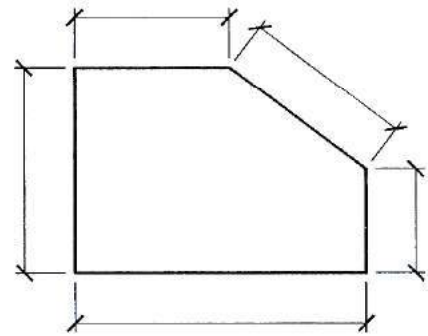
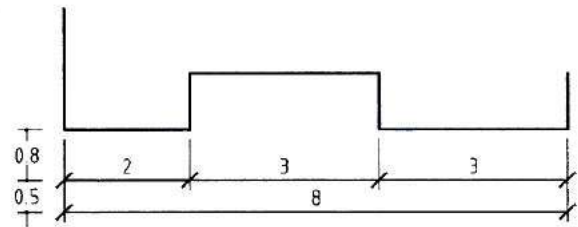

Fig. 3
Fig. 5
❷ **Líneas de Cota:** Son líneas paralelas a la superficie de la pieza objeto de medición. Se traza fina y continua. (fig.3)
③ **Cifras de Cota:** Es un número que indica la magnitud. Se sitúa centrada en la línea de cota. Podrá situarse en medio de la línea de cota, interrumpiendo esta, o sobre la misma, pero en un mismo dibujo se seguirá un solo criterio. Se deberá indicar en el plano en que unidades se está acotando (m, cm, mm) que a su vez irá en función del tamaño de la pieza o nivel de detalle del dibujo. La altura de la cifra de cota está condicionada por el tamaño del croquis o plano a escala y desde luego ha de ser fácil de leer. Se recomienda una altura entre 2 mm y 3,5 mm, procurando aplicar un mismo tamaño dentro de un mismo plano o conjunto de planos.
④ **Símbolo Final de Cota:** Las líneas de cota serán terminadas en sus extremos por un símbolo. Este símbolo puede ser muy variado, entre los distintos tipos de símbolos tenemos: punta de flecha, un pequeño trazo oblicuo a 45°, un pequeño círculo, etc. El símbolo más empleado en la definición de elementos arquitectónicos es la del trazo inclinado a 45° (fig. 5).